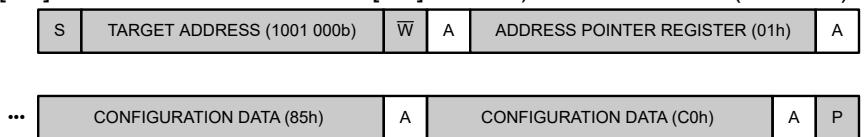
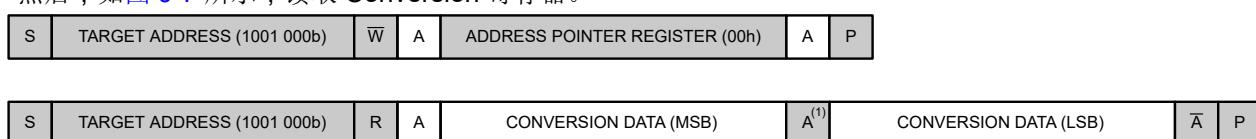

图 9-5. 对 Configuration 寄存器进行写入
图 9-7. 读取 Conversion 寄存器
3. 然后，如图 9-7 所示，读取 Conversion 寄存器。
为了节省时间，还可以在读取转换结果（步骤 3）之前启动新的转换（步骤 4）。图 9-8 列出了图 9-5 至图 9-7 的图例。